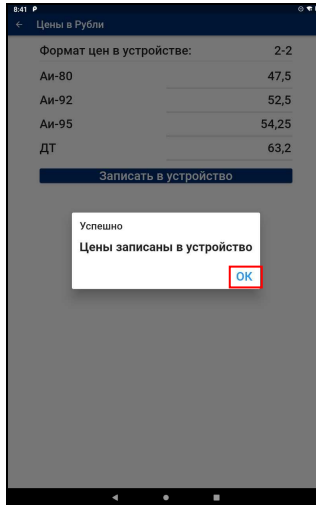

Рисунок 8
– При появлении на экране уведомления об успешной записи цен нажать "ОК" (рисунок 8).